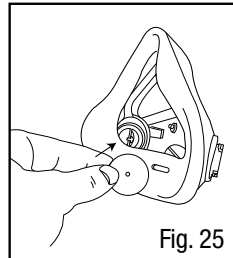

Fig. 25
2. Installer la/les nouvelle(s) soupape(s) en alignant l'orifice avec le support central et en appuyant contre le siège de soupape (Fig. 25). S'assurer que la/les soupape(s) est/sont complètement insérée(s) sur le support et qu'elle(s) repose(nt) à plat.